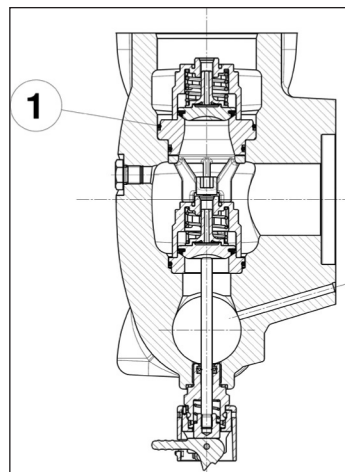

Fig. 122
Preste atenção especial na inserção do anel O-ring indicada na pos. ①, Fig. 122.